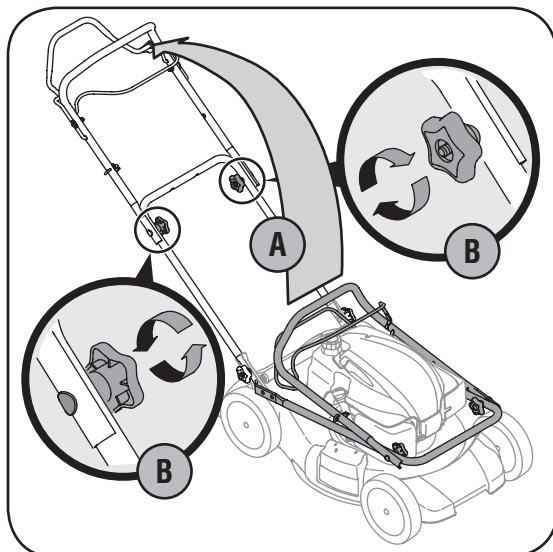

Figura 3-1: Despliegue la manija y apriete los elementos metálicos.
- a. Retire las perillas manuales de los soportes de montaje de la manija y tire y retroceda la manija superior como se muestra en la Figura 3-1. Asegúrese de que la manija inferior esté asentada firmemente en los soportes de montaje de la manija.